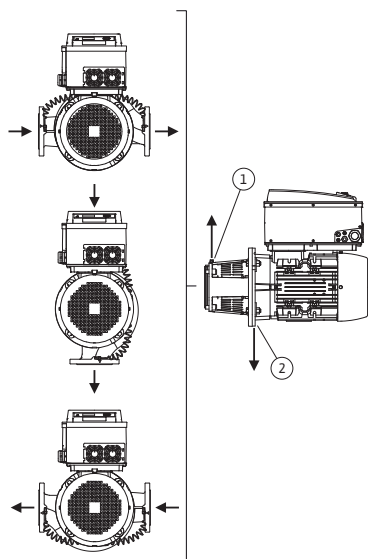
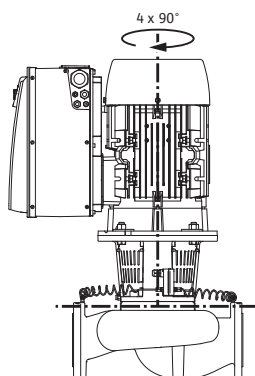

Fig. 18: Posições de instalação autorizadas com o veio do motor na horizontal
Fig. 19: Posições de instalação autorizadas com o veio do motor na vertical
As posições de instalação autorizadas com o veio do motor na horizontal e o módulo electrónico virado para cima (0°) estão representadas na fig. 18. Não estão representadas as posições de instalação autorizadas com módulo electrónico montado lateralmente ($\pm 90^\circ$). São autorizadas todas as posições de instalação excepto “Módulo electrónico virado para baixo” (-180°). A ventilação da bomba só pode ser garantida se a válvula de ventilação estiver virada para cima (Fig. 18, pos. 1), apenas esta posição (0°) permite que o condensado acumulado seja escoado pelos orifícios existentes, lanterna da bomba ou motor (fig. 18, pos. 2). Para tal, remover a tampa no flange do motor.
As posições de instalação autorizadas com o veio do motor na vertical estão representadas na fig. 19. São autorizadas todas as posições de instalação excepto “Motor para baixo”.
- A válvula de ventilação na lanterna (Fig. 6, pos. 1.31) tem de estar sempre virada para cima, com o eixo do motor na horizontal (Fig. 12). Com o eixo do motor na vertical, qualquer orientação é admitida. Para isso, ver também Fig. 18: “Posições de instalação autorizadas com o veio do motor na horizontal” na página 149 ou Fig. 19: “Posições de instalação autorizadas com o veio do motor na vertical” na página 149.